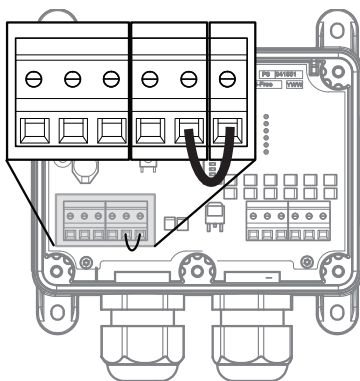

Abb. 6. Konfigurieren der internen Versorgung der Ausgangsleistung
Wenn die Ausgänge von derselben 12/24 V Gleichstromquelle wie die Empfängerkarte versorgt werden sollen, eine Brücke zwischen Ausgangsleistungseingang (siehe ④ in Abb. 1) und positivem (+) 12/24 V DC mit einem Kabel von 0,75 mm² (siehe Abb. 6) legen.